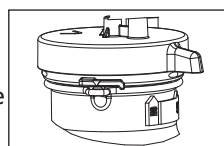

Figure 2
3. Retirez le montage du capuchon en le tournant dans le sens antihoraire d'un quart de tour pour aligner la flèche sur le capuchon avec la languette sur le réservoir (figure 2). Retirez le capuchon.